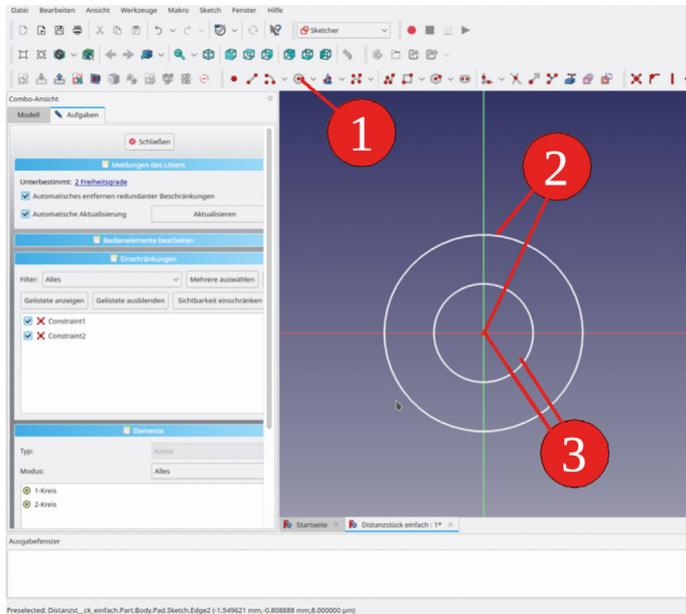

Bild 4-2
Wir starten ganz einfach: Das Distanzstück wird nur durch zwei Kreise beschrieben. Wir verwenden die Funktion "Mittelpunkt und Punkt auf Kreisbogen" aus dem Menü (Bild 4-2). Der Cursor ändert die Form in ein kleines Kreuz. Der Ursprung des Koordinatensystems ist ein kleiner roter Punkt in der Mitte. Wenn wir den Cursor auf den Ursprung schieben, ändert dieser die Farbe und wird gelb. Dies bedeutet, dass der Mittelpunkt des Kreiswerkzeugs auf den Ursprung eingerastet ist; in diesem Falle wünschenswert, da es Arbeit für eine weitere Definition spart. Wir klicken einmal auf den Ursprung und ziehen den Kreis mit dem Cursor auf. Es ist keine besondere Mühe bei der Wahl des Durchmessers nötig. Nachdem der erste Kreis fertig gezeichnet ist (links klicken), bleibt das Kreiswerkzeug noch aktiv (kleines Symbol neben dem kreuzförmigen Cursor). Wir nutzen die Gelegenheit und zeichnen gleich noch den zweiten Kreis für das Loch im Distanzstück.
3. Im Aufgabenbereich hat sich die Liste "Elemente" mit den zwei Kreisen erweitert. Zusätzlich sind im Fenster "Einschränkungen" zwei Festlegungen (constraints) aufgetaucht (Bild 4-2). Das Einschränkungs-Symbol (quer liegendes Kreuz mit Punkt in der Mitte) steht für "Punkt auf Punkt" und bedeutet, dass die Mittelpunkte der beiden Kreise auf den Koordinatenursprung fixiert sind.